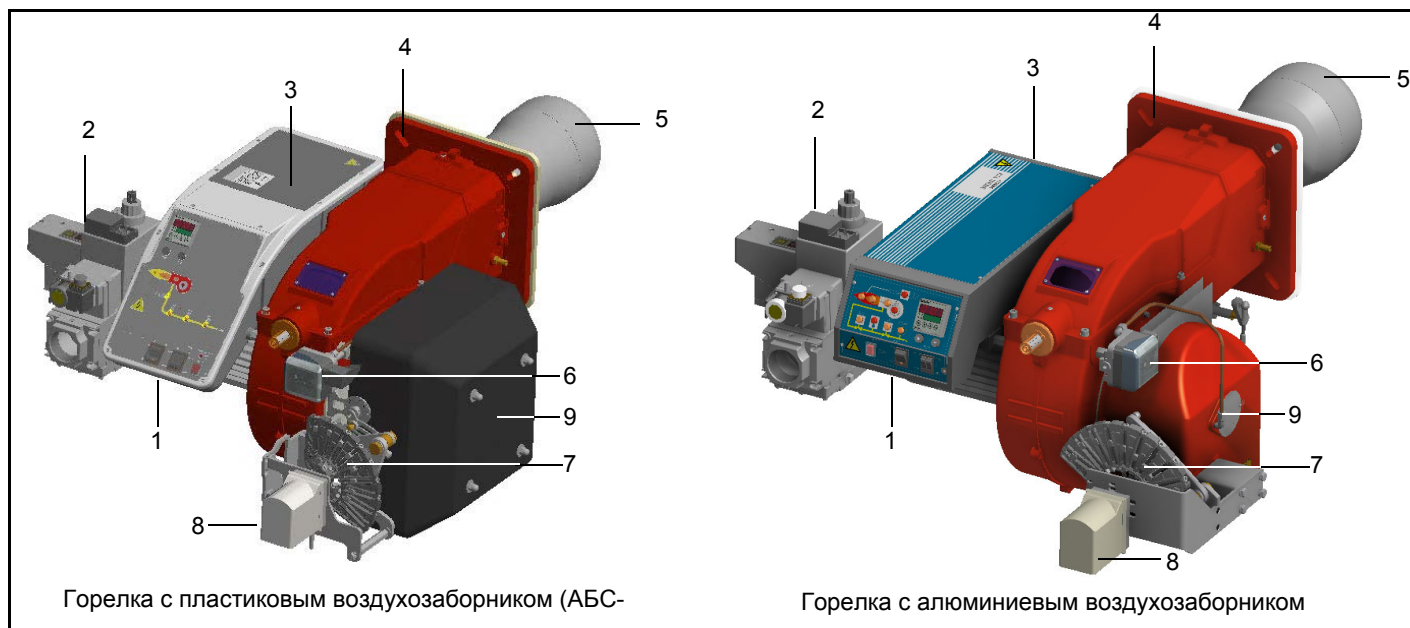

Рис. 1
- 1 Открутите винт, как показано на рис. 1